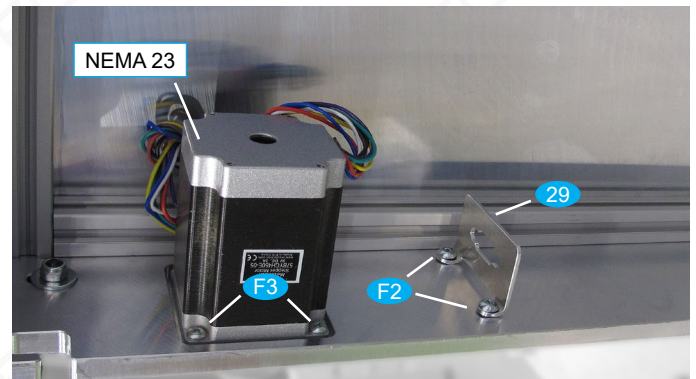

Bild 22: Y-Motor und Halteblech für Steckverbindung
- Schrauben Sie den Motor mit Flachkopfschrauben **F3** in die dafür vorgesehene Bohrung des hinteren Stirnbleches. Siehe Bild 22.